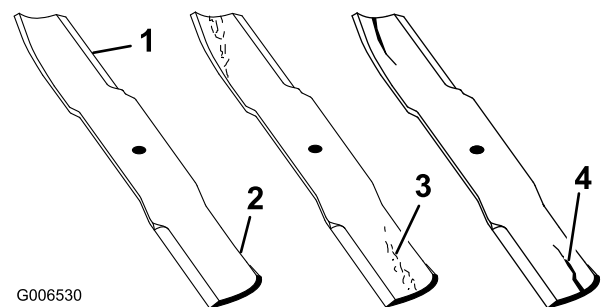

Bild 49
- Untersuchen Sie die Schnittkanten (Bild 49). Entfernen und schärfen Sie die Messer, wenn die Schnittkanten nicht scharf sind oder Auskerbungen aufweisen. Siehe Schärfen der Messer“.
- Prüfen Sie die Schnittmesser, insbesondere den gebogenen Bereich (Bild 49). Sollten Sie Schäden, Verschleiß oder Rillenbildung in diesem Bereich
feststellen (Punkt 3 in Bild 49), montieren Sie sofort ein neues Schnittmesser.